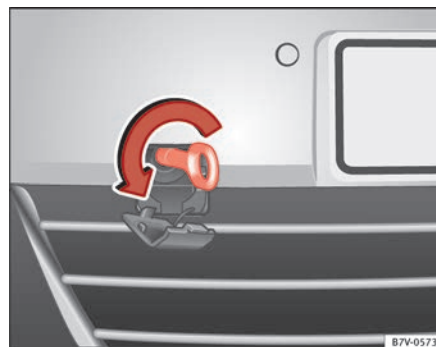

Fig. 218 En la parte derecha del parachoques delantero: Enroscar la argolla de remolque.
El alojamiento para la argolla de remolque enroscable se encuentra en la parte derecha del paragolpes delantero ⇒ fig. 218.
- Enrosque la argolla de remolque en su alojamiento **en sentido contrario a las agujas del reloj** tanto como sea posible ⇒ fig. 218 ⇒ ①. Utilice un objeto adecuado para enroscar firmemente la argolla de remolque en su alojamiento.